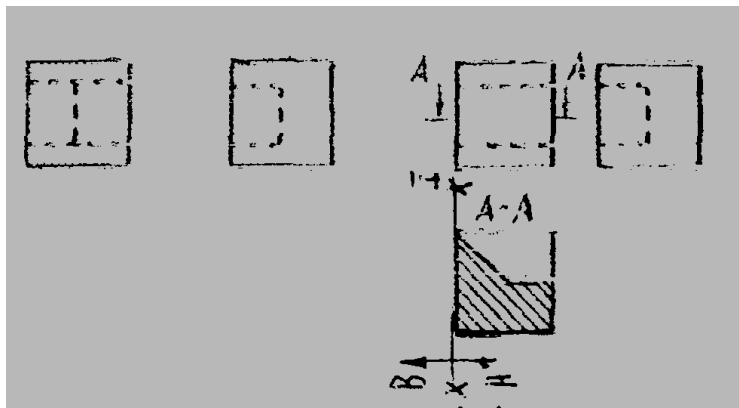

Рис. 1.1 Построение третьей проекции детали
1. третью проекцию детали по двум заданным (один из возможных вариантов), как показано на рис.1.1, решение задания в двух вариантах повышает уровень оценки;